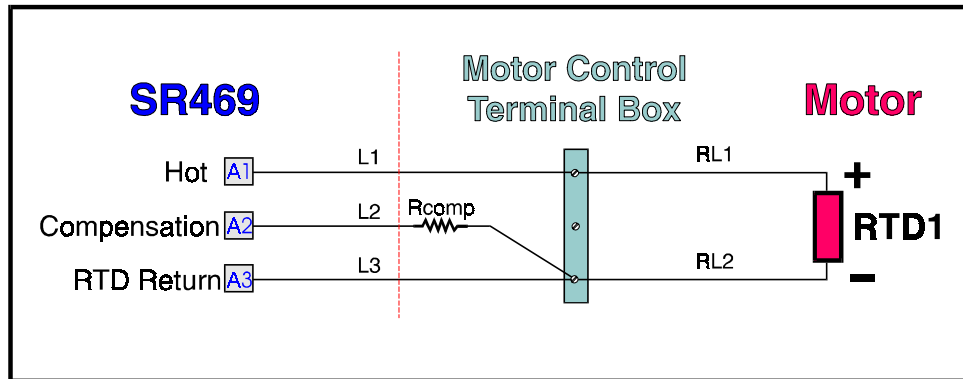

Figura 2-23 COMPENSACION DE CONDUCTORES PARA RTD DE DOS ALAMBRES
**COMPENSACION DE CONDUCTORES PARA RTD DE DOS ALAMBRES:** Un ejemplo de como añadir compensación de conductores a un RTD de dos alambres puede ser visto en la Figura 2-23.